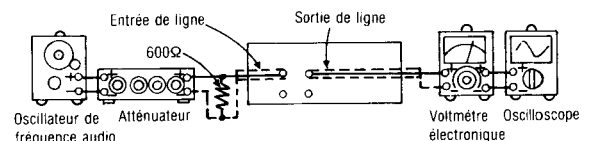

Fig. 8
1. Le raccordement de l'équipement d'essai est montré à la Fig. 8.
6. Si elle n'est pas en deçà de la normale, régler BANDE 1: VR151 (canal de gauche) {VR152 (canal de droite)} et BANDE 2: VR201 (canal de gauche) {VR202 (canal de droite)} et répéter les étapes (2), (3) et (4) jusqu'à ce que la puissance de sortie soit en deçà de la normale.